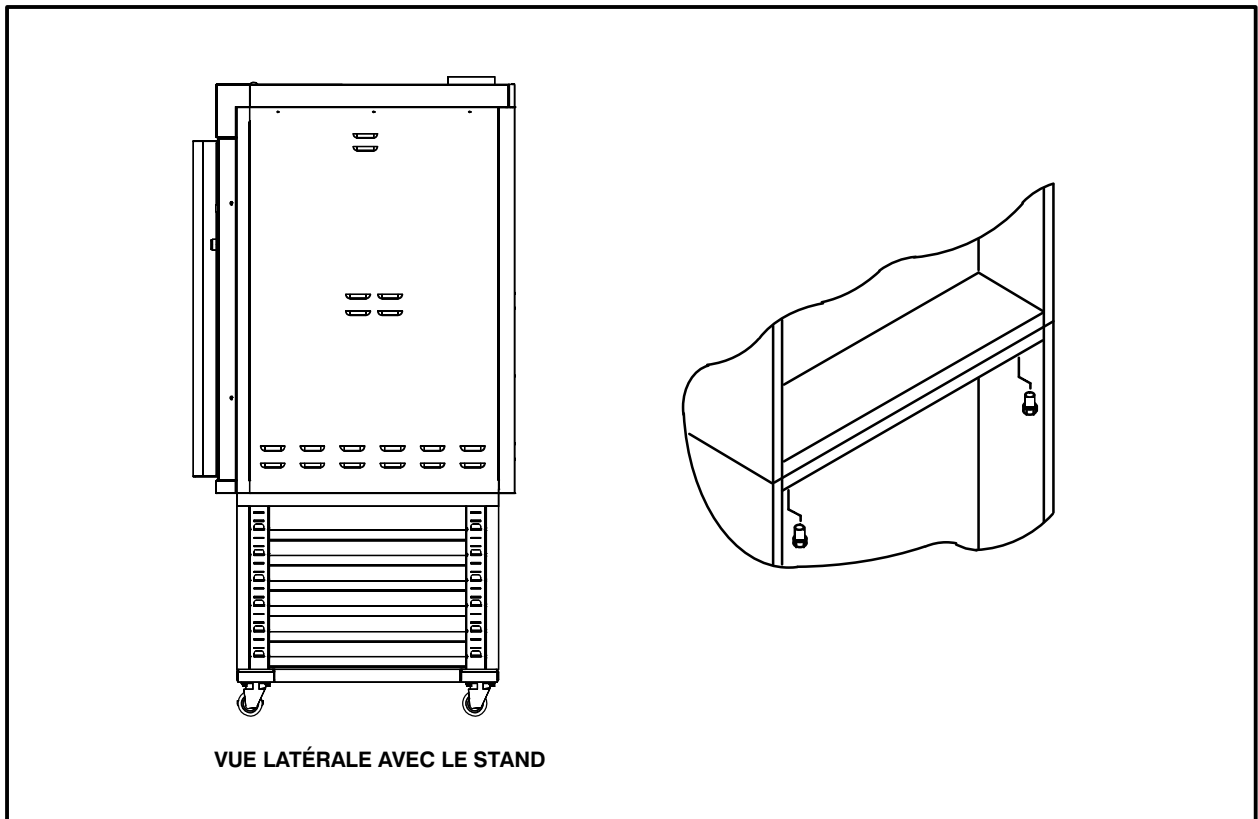

Figure 1
1. Centrez le châssis du four sur le dessus du stand de manière que le four surplombe ce dernier à l'avant et à l'arrière. Voir la Figure 1.
3. Alignez les deux trous de boulons de chaque côté du stand avec les deux trous filetés de chaque côté du four. Voir la Figure 1.